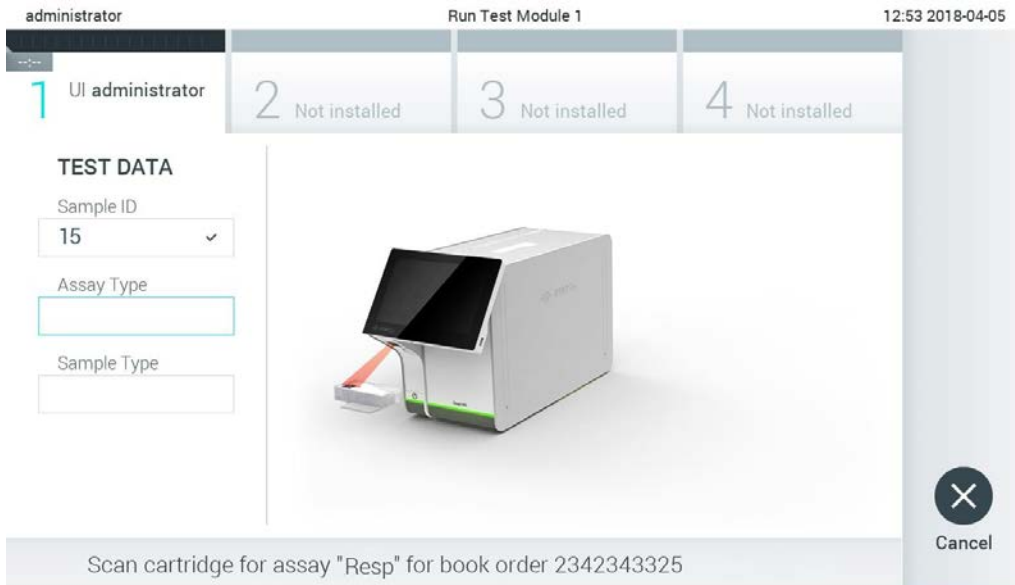

Рис. 83. Сканирование штрих-кода картриджа для тест-системы QIAstat-Dx.
4. Когда заказ на анализ будет получен от хост-системы, отобразится сообщение: «Scan cartridge for assay <assay_name> and book order <order_number>» (Отсканируйте картридж для тест-системы <имя_тест-системы> и заказа <номер_заказа>). Отсканируйте штрих-код указанного картриджа для тест-системы QIAstat-Dx (рис. 83).